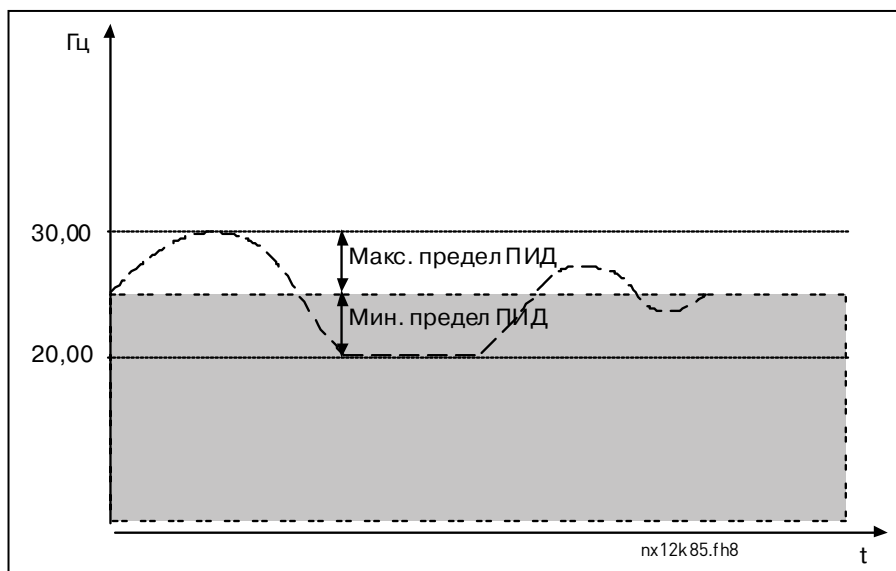

Рисунок 8-33. Точка суммирования опорного значения ПИД
- Если для этого параметра выбирается значение 7, то значения параметров ID319 и ID301 автоматически становятся равным 13 (рис. 8-33).